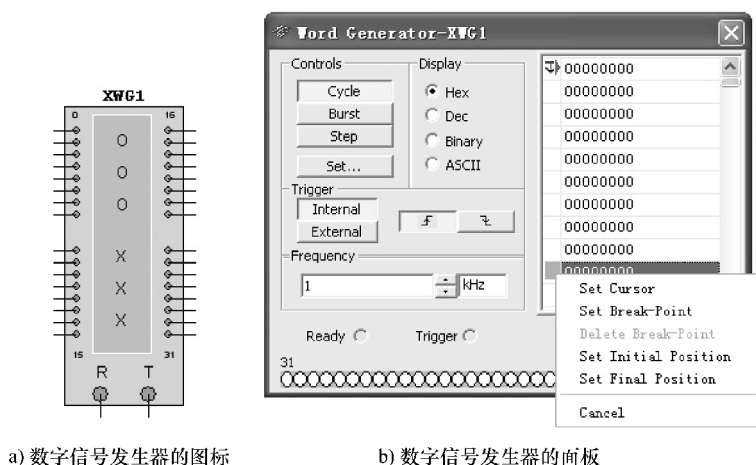

图 3-28 数字信号发生器的图标和面板
(1) 数字信号编辑显示区：面板的最右侧是数字信号编辑区，32 位的数字信号以 8 位十六进制形式进行编辑和存放。可写入的十六进制数从 00000000 到 FFFFFFFF（相当于十进制数从 0~4 294 967 265）。若要求编辑区内的显示内容上下移动，利用鼠标器移动滚动条即可实现；用鼠标器单击某一条数字信号即可实现对其定位和写入（或改写），选中某一条数字信号并单击右键，可以在弹出的控制字输出的菜单中对该数字信号进行设置，如图 3-28 所示。